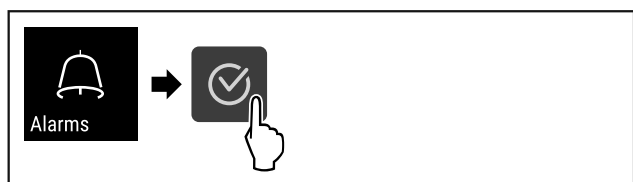

Fig. 96
- ▶ Proved'te akční kroky (viz Fig. 96) .
- ▶ Provedte akční kroky (viz Fig. 96) .